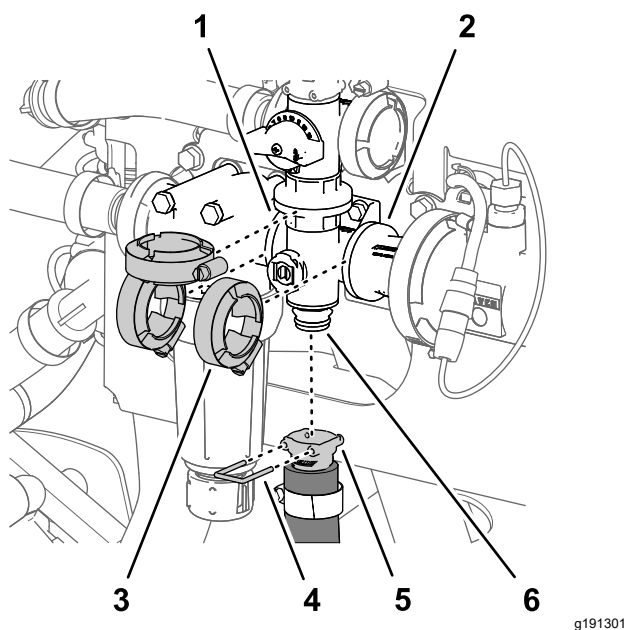

Figura 123
1. Retire la grapa que sujeta el acoplamiento rápido de la manguera de agitación al distribuidor de la válvula de agitación (Figura 123).
2. Retire las 3 bridas de fijación que sujetan el distribuidor de la válvula de agitación a las bridas de la cabeza del filtro de presión y el adaptador de acoplamiento (Figura 123).